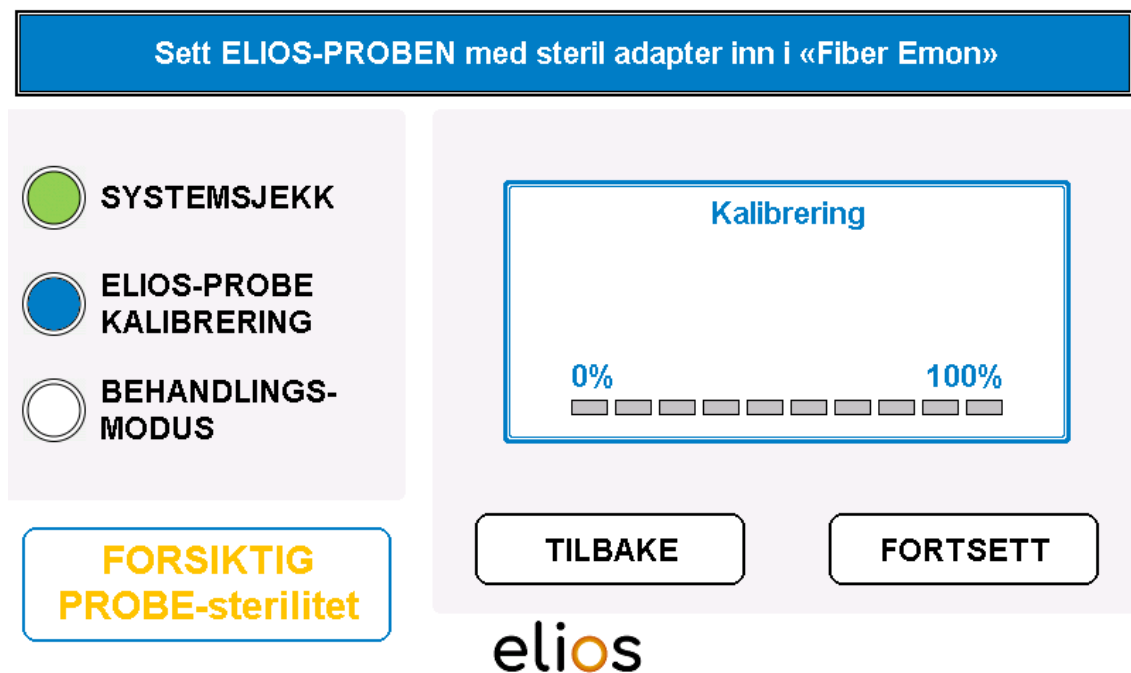

Fig. 4-10: Innsatt fiber med steril adapter
- Operasjonen skal bekreftes med knappen «**CONTINUE**» (FORTSETT) (Fig. 4-10).